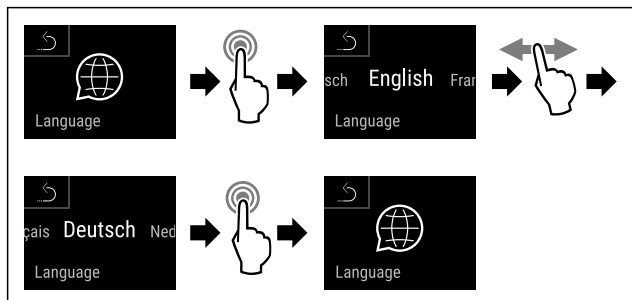

Fig. 89
- Eseguire i passi (vedere Fig. 89) .